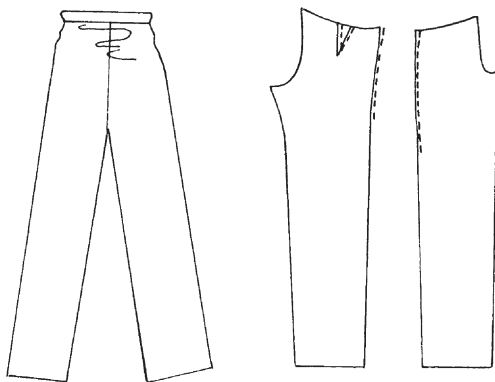

Рис. 57. Горизонтальные складки от линии бедер и выше — брюки узки по линии талии
*Дефект 8:* горизонтальные складки от линии бедер и выше — брюки узки по линии талии (рис. 57).